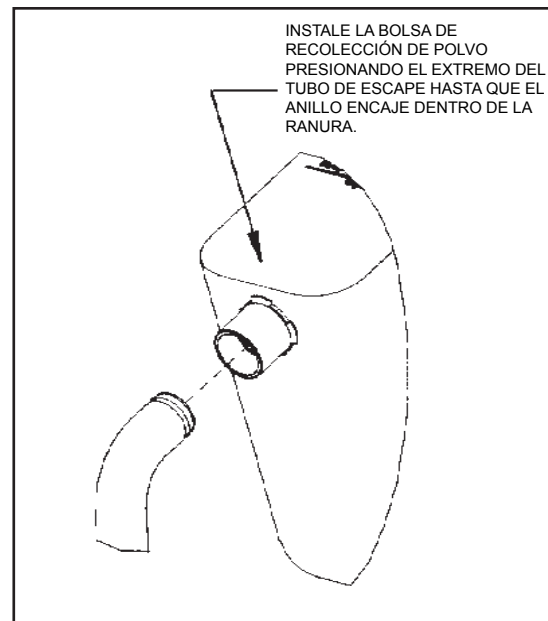

Figura 2
1. Instale la bolsa de recolección de polvo presionando el extremo del tubo de escape hasta que el anillo encaje dentro de la ranura (figura 2). El mejor modo de hacer esto es presionando la parte posterior de la abertura de la bolsa con la palma de su mano.